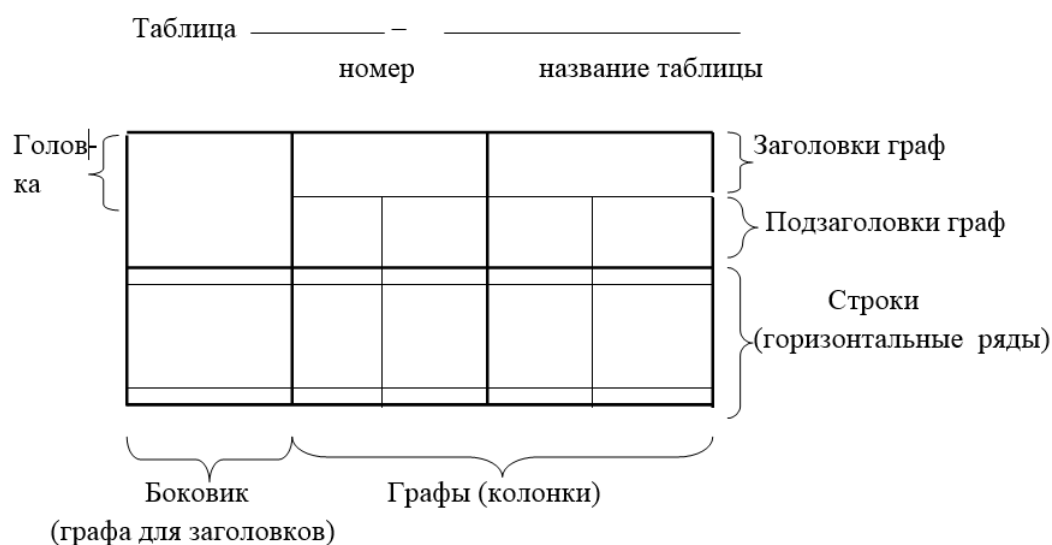

Рисунок 1 – Построение таблицы
6.12.2. Рисунки нумеруются арабскими цифрами сквозной нумерацией и обозначаются «Рисунок 1», «Рисунок 2» и т.д. Если рисунок в ВКР только один, то он должен быть обозначен как «Рисунок 1». Допускается нумеровать рисунки в пределах раздела. В этом случае номер рисунка состоит из номера раздела и порядкового номера иллюстрации, разделённых точкой.